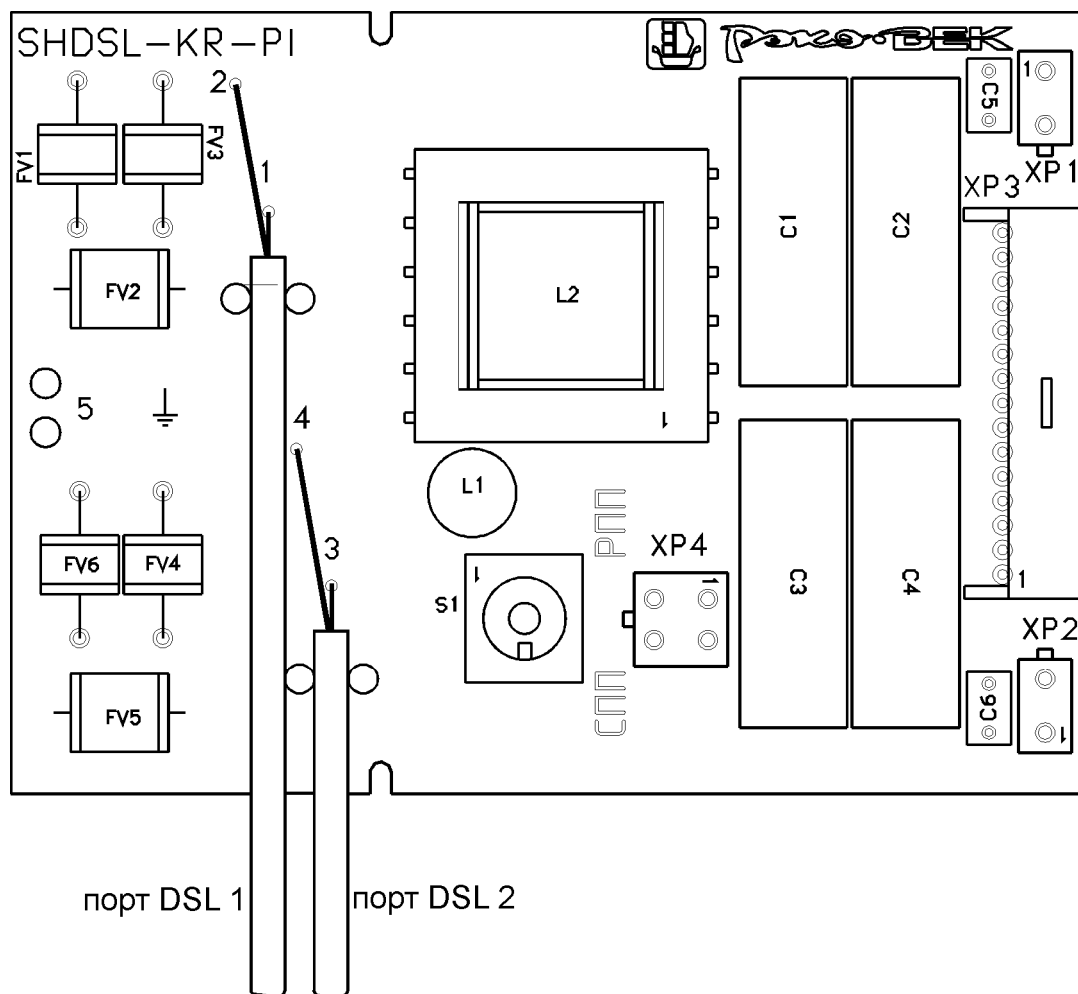

Рисунок 6
2.1.10 Для режима СПП переключатель S1 на блоке защиты SHDSL-RK (см. рисунок 6) должен быть установлен в положение “СПП”.
Для режима РПП переключатель S1 на блоке защиты SHDSL-RK (см. рисунок 6) должен быть установлен в положение “РПП”.
2.2.1.5 На блоках защиты SHDSL-RK-PI установить ответную часть в разъем **”XP4”** (см. рисунок 6) для ввода/вывода дистанционного питания в регенерационный модуль.
2.5.2.2 Ввод/вывод дистанционного питания в регенерационный модуль осуществляется путем установки ответной части в разъем "XP4" (см. рисунок 6).